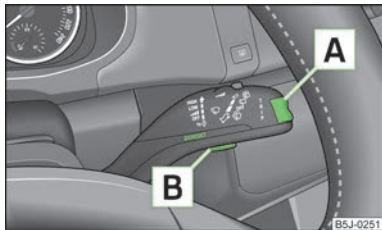

Fig. 7
- » **Main menu** (meniul principal) se activează prin apăsarea lungă a tastei basculante **A** » fig. 7.
- Dacă pe afișajul informativ sunt afișate mesaje de avertizare, acestea trebuie confirmate cu ajutorul tastei  » fig. 7 la pagina 15, pentru a apela meniul principal.